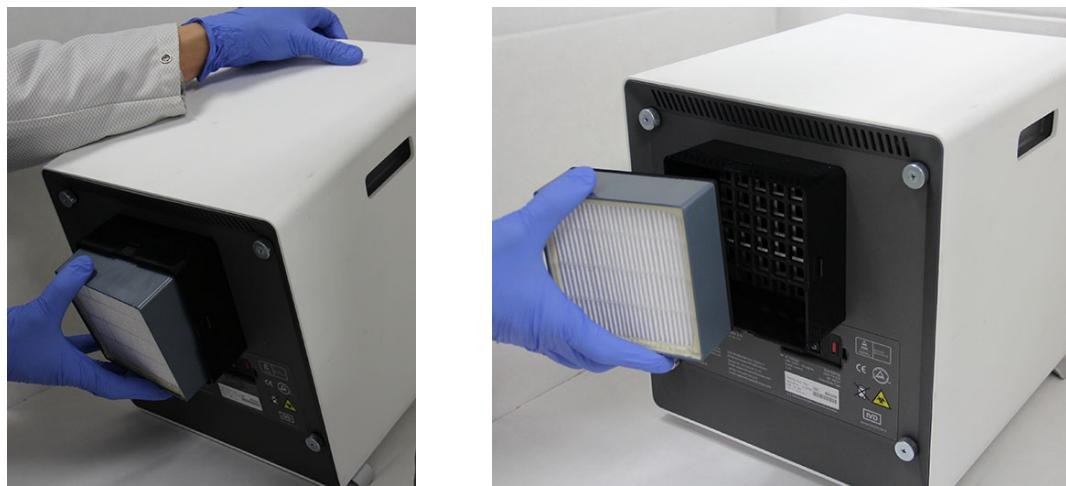

Figura 9-28. Rimozione del filtro HE
7. Per rimuovere il filtro HE, inclinare lo strumento GX-IV verso di sé. Il filtro HE dovrebbe fuoriuscire facilmente. Vedere la Figura 9-28. Gettare il filtro HE usato.